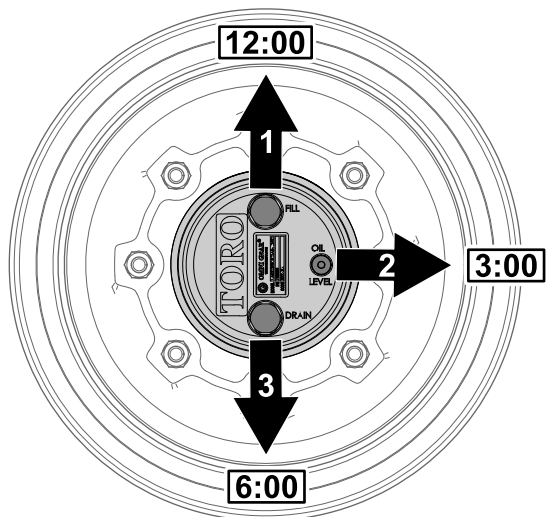

図 72
1. 水平な床面で、補給プラグが時計の 12 時の位置、点検プラグが 3 時、ドレンプラグが 6 時の位置を指すように駐車する 図 72。
2. 3 時の位置にある点検プラグを外す 図 72。
1. 水平な床面で、補給プラグが時計の 12 時の位置、点検プラグが 3 時、ドレンプラグが 6 時の位置を指すように駐車する 図 72 プラネタリギアオイルの点検 (ページ 66) を参照。